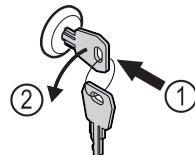

Fig. 170
- Shtyni çelësin brenda. Fig. 170 (1)
- Rrotulloni çelësin me 90° në drejtimin kundëror. Fig. 170 (2)